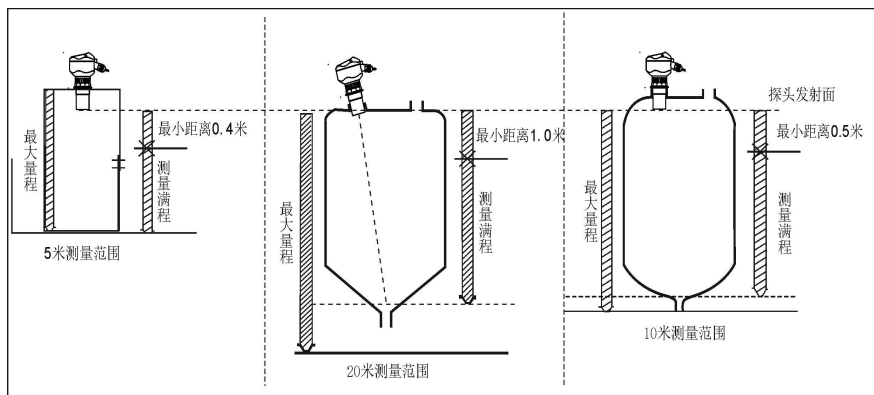

图 7
①量程：在进行仪表选型的时候，量程的含义是很重要的，如图 7 示意图。